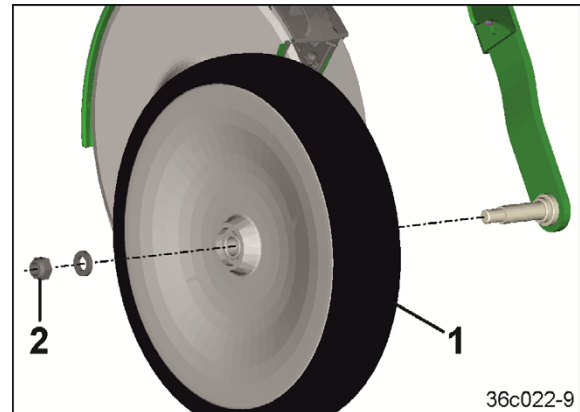

Fig. 266
Kontroller trykkrollen (Fig. 266/1) for slitasje. Skift ut slitte trykkroller.
1. Løsne 6°kt-mutter (Fig. 266/2).